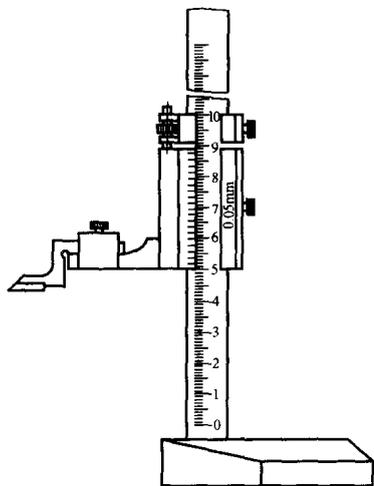

图 1-10 高度游标卡尺
(2) 高度游标卡尺 用来测量零件的高度和进行精密划线，其刻线原理和读法与普通游标卡尺相同。如图 1-10 所示。